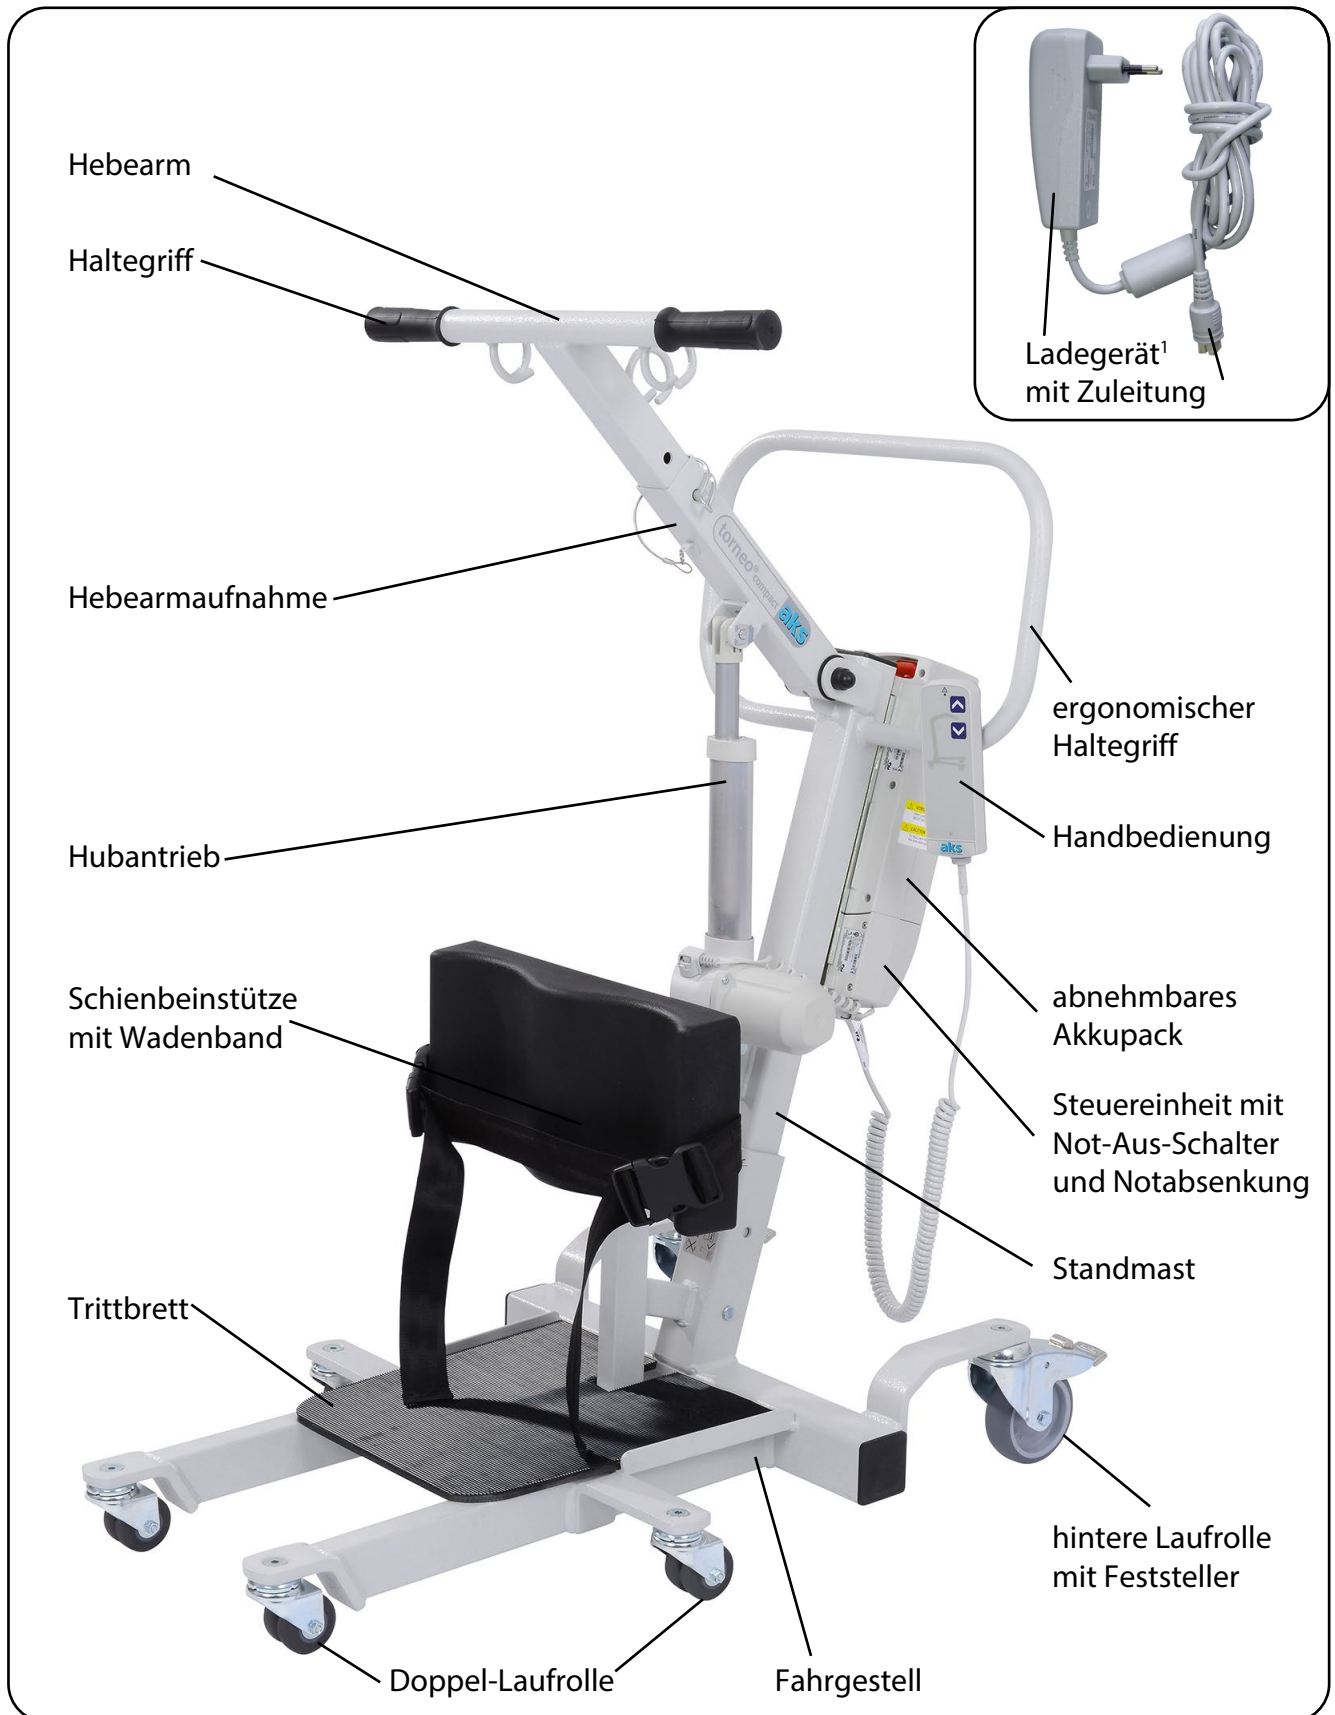
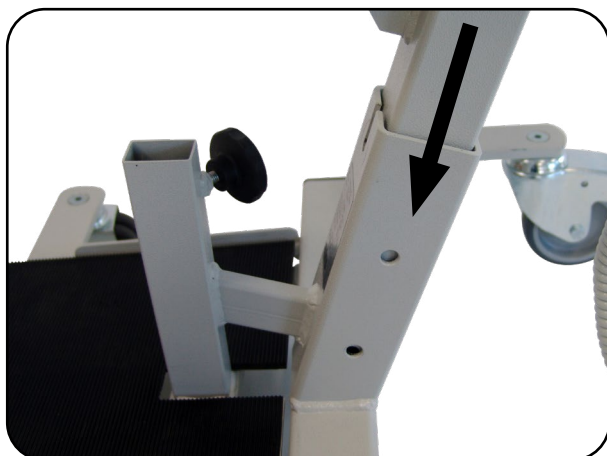

Abb. 5.01 – torneo® compact
Abb. 6.2.03 – Standmast in Standmastaufnahme positionieren
- Stecken Sie den Standmast, in Fahrtrichtung zeigend, in die Standmastaufnahme am Fahrgestell (Abb. 6.2.03 und Abb. 5.01).